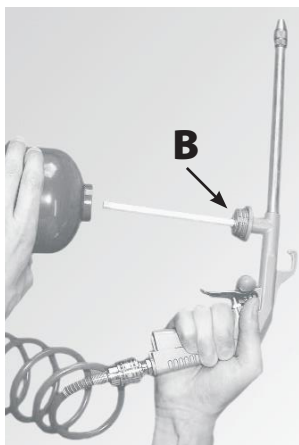

Рис. 17
3. Открутите стакан **A** от корпуса пистолета **B** (рис. 17). Заполните его нужным веществом и снова прикрутите стакан к корпусу пистолета **B**.